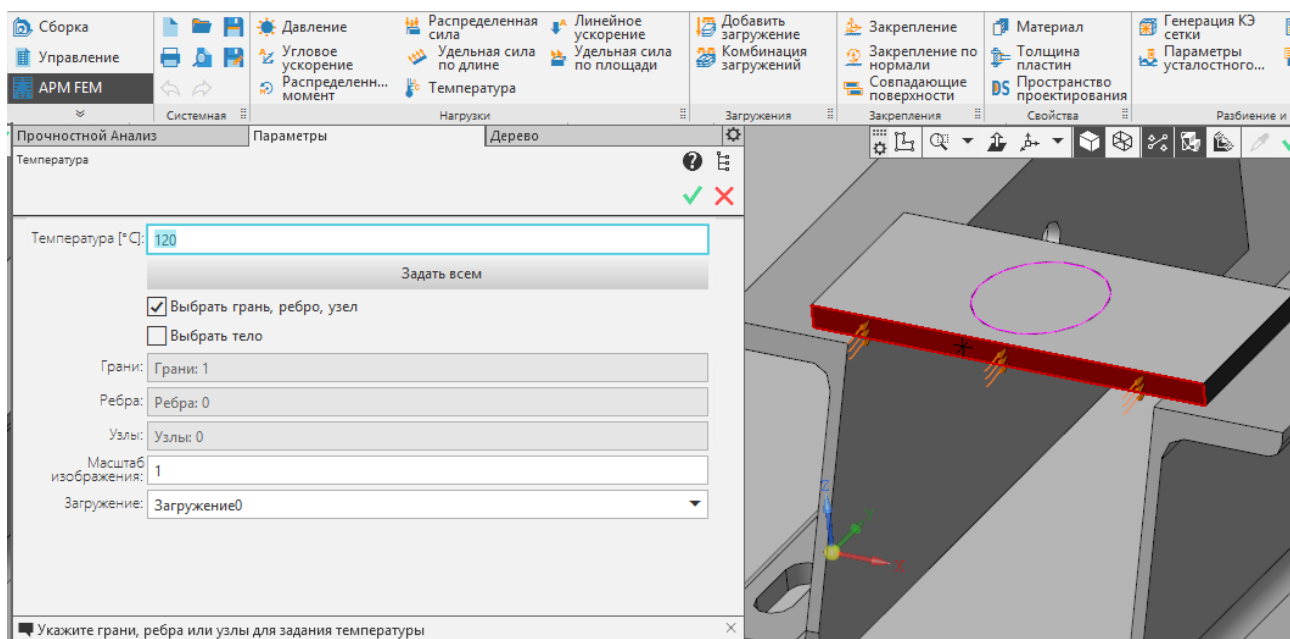

Рис. 3.12. Задание температуры
**Температура** - выбрав данную команду, Вы сможете приложить равномерно распределенную температуру к ребру, к поверхности и к узлу ранее созданной трехмерной модели (Рис. 3.12).